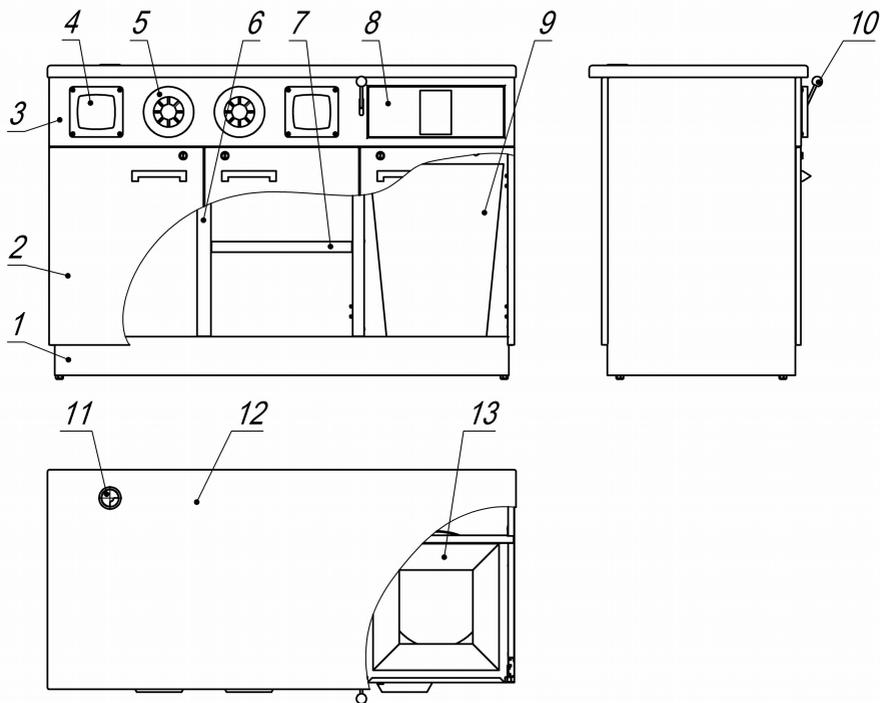

Рисунок 1
1.3.2.1 Изделие, см. рисунок 1, представляет собой корпус 1 с тремя дверьми 2 и столешницей 12. Корпус 1 перегородками 6 разделен на три отделения. В центральном отделении имеется полка 7, в правом отделении расположен бак для мусора 9. В корпусе 1 над дверьми 2 расположена панель 3 с диспенсерами для стаканов 5 и нишами для крышек 4. Над баком для мусора 9 расположена заслонка 8, открываемая рычагом 10 и воронка 13 для точного направления мусора в бак. В столешнице 12 установлена заглушка кабель-канала 11 для вывода шнура питания и гибкой подводки.